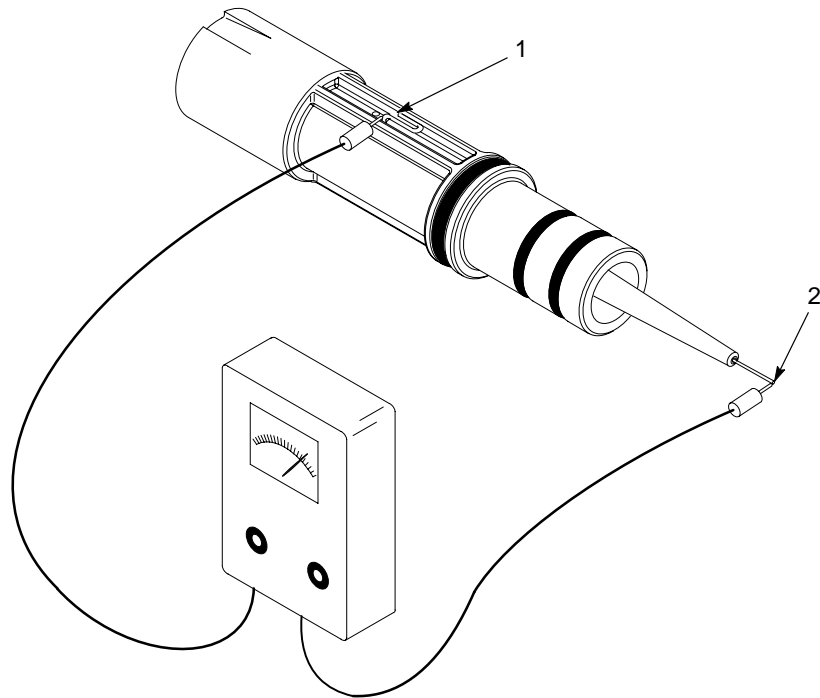

Figura 5-4 Verificação da integridade do conjunto do suporte do eléctrodo
1. Consulte a figura 5-4. Retire o conjunto de suporte do eléctrodo para fora da pistola para pintura. Consulte *Desmontagem do percurso de pó* na secção *Reparação*.
2. Ligue as pontas de contacto de um ohmímetro standard ao fio de contacto (1) e à ponta do eléctrodo (2).